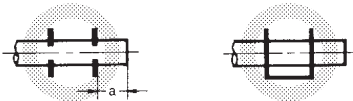

图1
- ① 电线已切实插入压接插槽。
- ② 电线被压入2个压接插槽的中心部位。[图1]
- ③ 电线压接余量充足。（a）